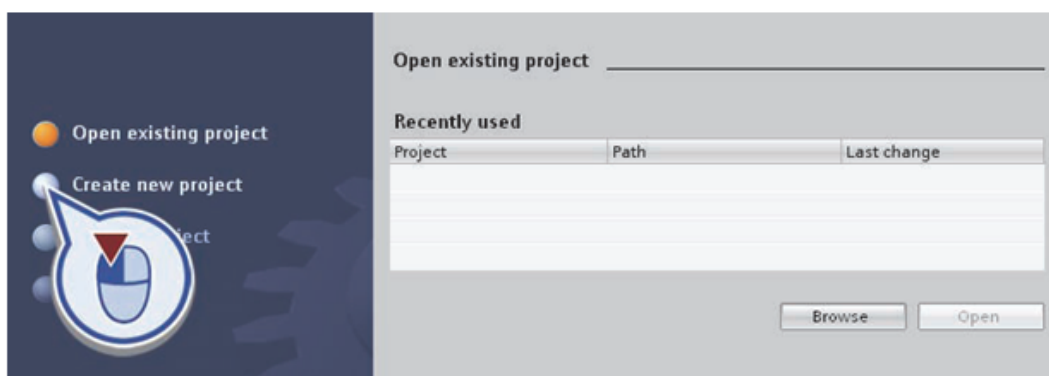

Рис. 1.1. Создание нового проекта
- нажмите кнопку «Create new project» (рис. 1.1);